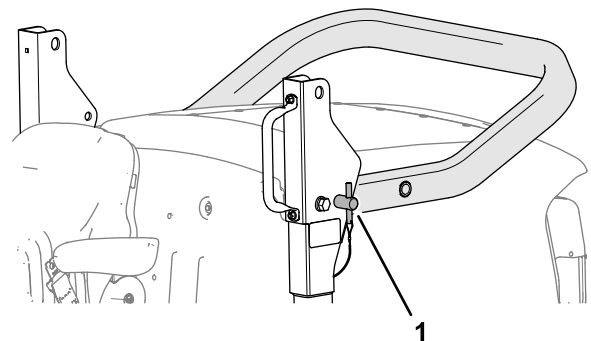

Bild 21
5. Führen Sie die Überrollbügelstifte in die unteren Löcher der Schwenkhalterungen (**Bild 21**).